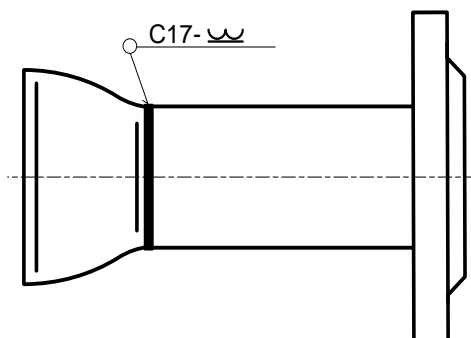

Рис.7.Прямолинейный отрезок трубы с концентрическим переходом.
- 3.3.2.4. Если монтаж выполняется в трубопровод с DN большим, чем DN ППР, к противоположным концам отрезков труб следует приварить концентрические переходы (рис.7).